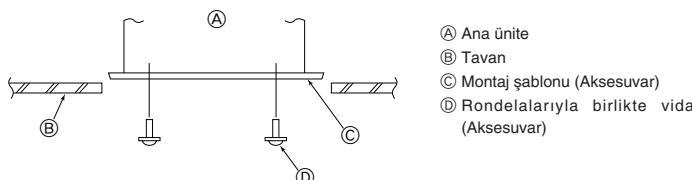

Fig. 2-7
2.6. Ana Ünitenin Konumunun Doğrulanması ve Askı Civatalarının Sıkılması (Fig. 2-7)